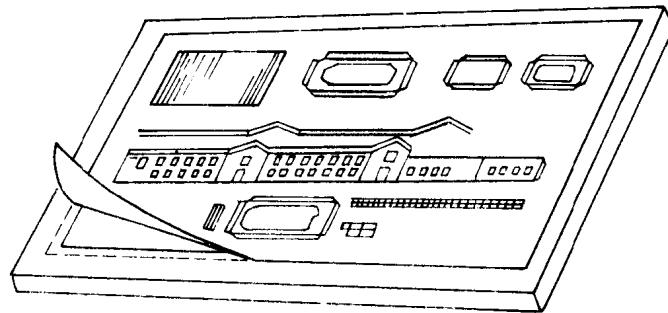

图 12
(2) 卡纸房屋的做法
- ①将卡纸裱糊在图板上，视其需要选择卡纸的厚度。卡纸干后不要取下来。
- ②将建筑物的展开立面和所有要表示的内容绘在裱好的卡纸上并预留粘接余量。
- ③用手术刀、刻刀等刃具刻出门窗等。
- ④用马克笔、毛笔、水粉笔、喷笔等，涂或喷上设计时所需颜色。
- ⑤裁下所有用料用胶水、乳白胶等拼接成形（如图 12）。